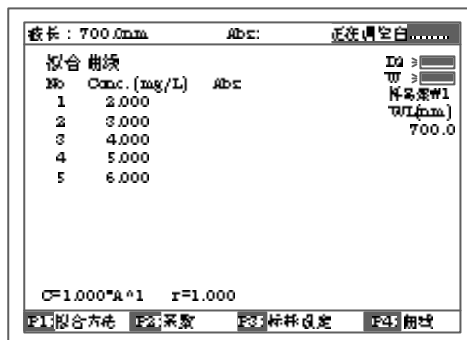

图 32
b. 参比液拉入光路后按【0Abs/%100T】，仪器将分别走到选定的波长（根据选定的校正方法不同可能是单波长，双波长或三波长）处并调空白。图 32 示。